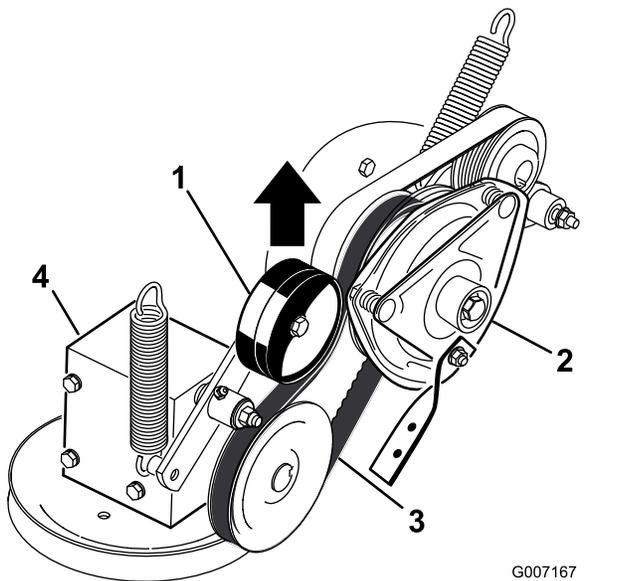

Bild 81
5. Ziehen Sie an der gefederten Spannscheibe für den Zapfwellentreibriemen und nehmen Sie den Riemen von der Kupplungsscheibe ab (Bild 81).
17. Ziehen Sie an der gefederten Spannscheibe für den Zapfwellentreibriemen und befestigen Sie diese an der Kupplungsscheibe (Bild 81).